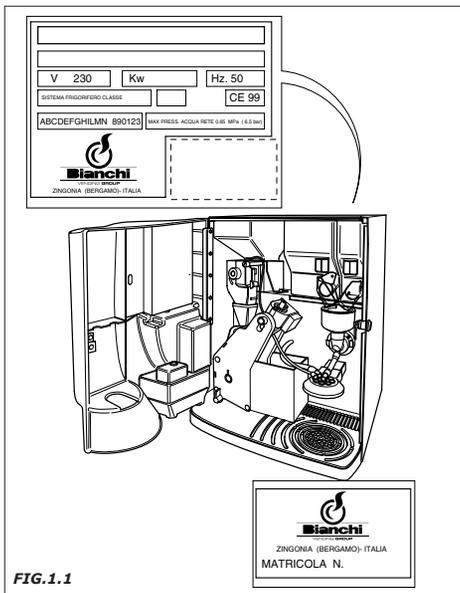

FIG.1.1
- os dados indicados sobre a matrícula (Fig. 1.1)